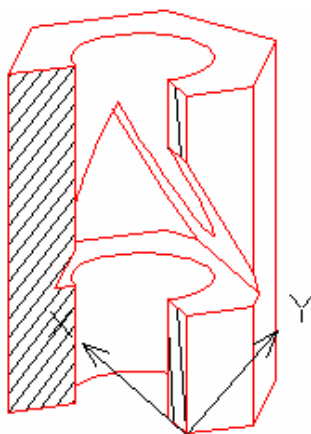

Рис. 5.65
72. Аналогично п. 70 заштрихуйте две области в выбранной плоскости разреза (при добавлении точек выбора щёлкните поочередно точки в нижней и верхней областях плоскости)– рис. 5.65.